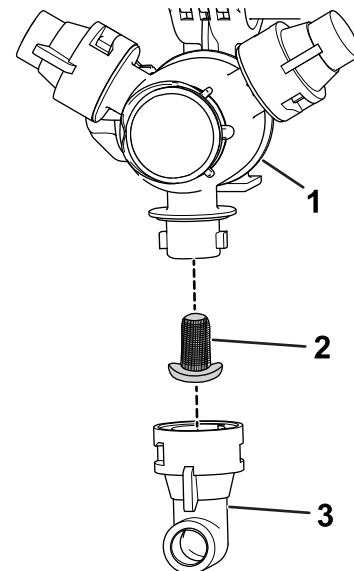

Bild 81
2. Nehmen Sie die Düse vom Sprühdrehkreuz ab (Bild 81).
3. Entfernen Sie den Düsenfilter (Bild 81).
5. Setzen Sie den Düsenfilter ein (Bild 81).
6. Setzen Sie die Düse auf das Sprühdrehkreuz auf (Bild 81).